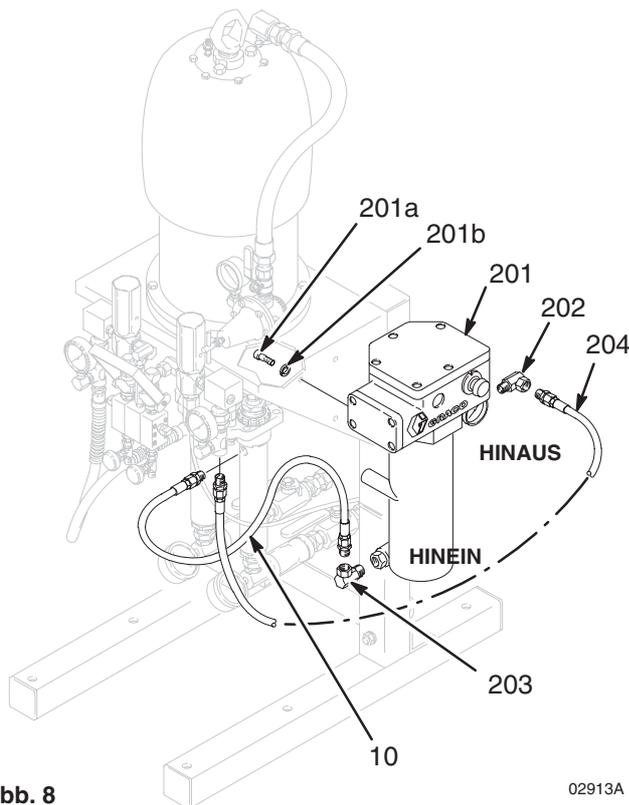
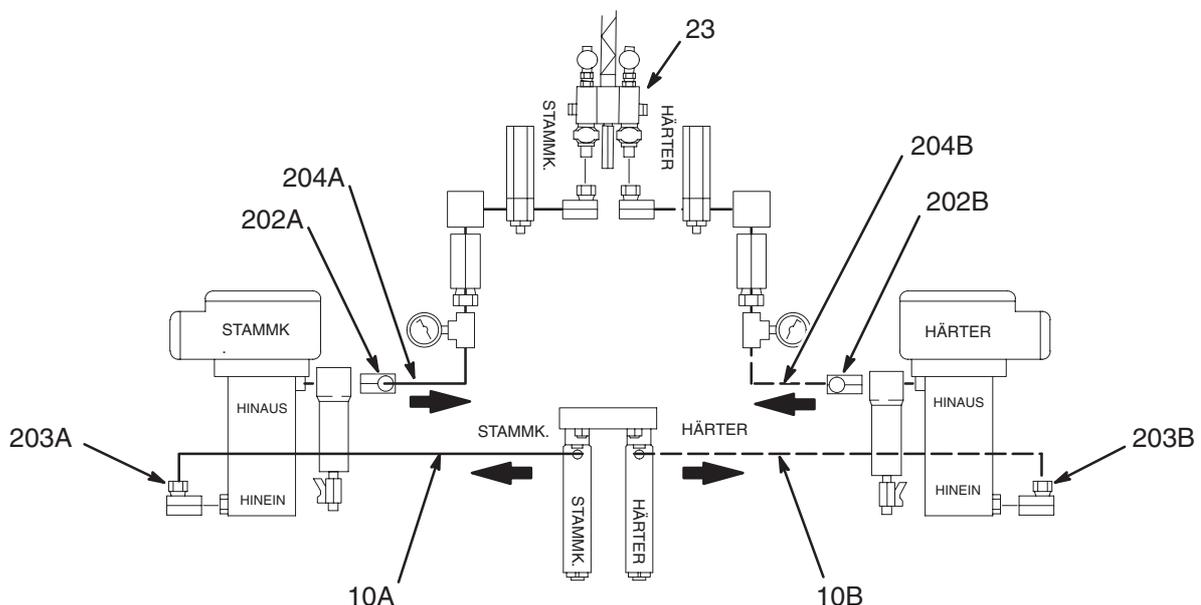

Abb. 8
Abb. 9
1. Ein Heizgerät an jeder Seite der Montagehalterung mit den drei Schrauben (201a) und den Federringen (201b) befestigen, die im Lieferumfang des Heizgerätes enthalten sind. Siehe Abb. 8.
2. Eine Schottverschraubung (202) am Auslass eines jeden Heizgerätes anschließen. Siehe Abb. 8.
3. Eine Schottverschraubung (203) am Einlass eines jeden Heizgerätes anschließen. Siehe Abb. 8.
1. Den vorhandenen Härter-Schlauch (10B) vom Einlass des Mischverteilers (23) abziehen. Siehe Abb. 8. Das freie Ende des Schlauches mit dem Drehgelenk (203) am Einlass des Härter-Heizgerätes verbinden. Siehe Abb. 9.
2. Einen neuen Materialschlauch (204B) zwischen Auslass (202B) des Härter-Heizgeräts und Härter-Mischverteiler anschließen. Siehe Abb. 8 und 9.